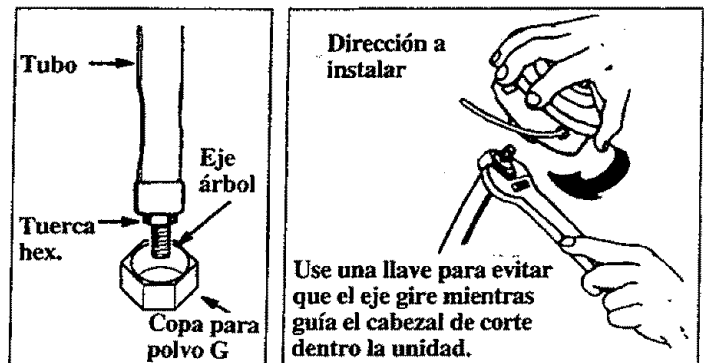

Figura 3
- Coloque la copa de polvo "G" sobre la tuerca hexagonal en la parte inferior del tubo. Figura 3. La tuerca hexagonal debería calzar completamente dentro de la copa para polvo.